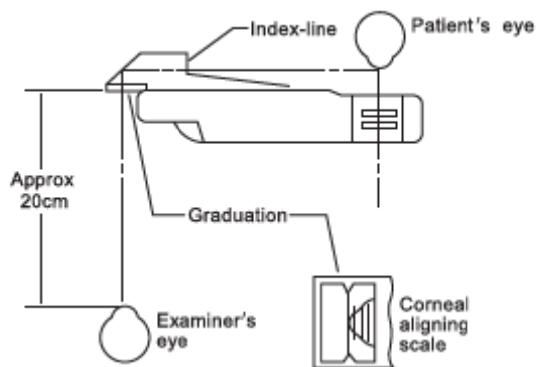

Abb.25
Stirnstützenknopf drehen ⑨ zum Einstellen der Position der Stirnstütze ⑳. Nachdem die Stirn des Patienten eng auf die Stirnstütze gelegt wurde ㉑, schauen Sie durch die Hornhaut-Ausrichtungsöffnung ⑩ aus etwa 20 cm Entfernung. Betrachten Sie die Spitze der Hornhaut des Patienten (Abb. 25) nach der Spitze des Zeigers der Untersuchungsöffnung der Hornhaut-Ausrichtungsöffnung ⑩ an der längeren Linie auf der Skala ausgerichtet. Die längere Linie in der Blende bedeutet, dass der Messabstand 13,75 mm beträgt, was dem Standard-Brillentrageabstand entspricht. Drei kürzere Leinen werden im gleichen Abstand von 2 mm von der längeren Linie bereitgestellt. Wenn die Spitze der Hornhaut der Testperson auf der zweiten kürzeren Linie von der längeren Linie positioniert ist, sollte die Linsenstärke dem Wert entsprechen, der gemessen wird, wenn die Brille in einem Abstand von 17,75 mm von der Hornhautspitze